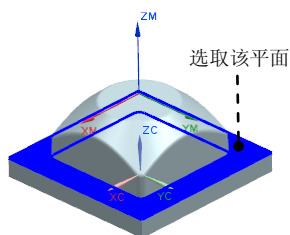

图 5.8 指定切削区域
Step2. 选取图 5.8 所示的面为切削区域，在“切削区域”对话框中单击**确定**按钮，完成切削区域的创建，同时系统返回到“面铣削区域”对话框。